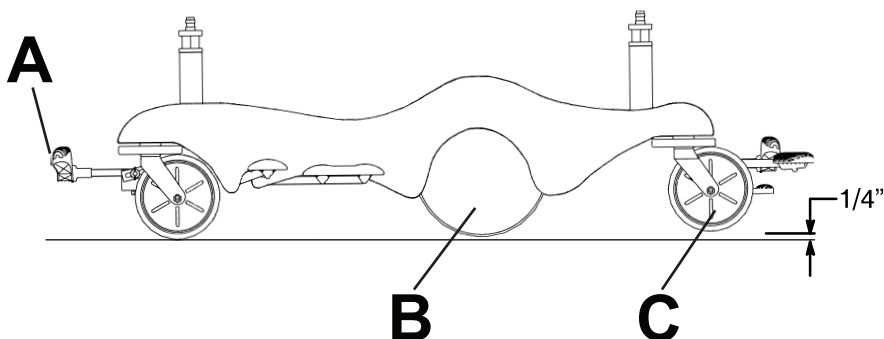

Рисунок 10 – Транспортировка с Big Wheel
5. Поставьте педаль тормоза/регулирования угла поворота (A) в положение регулирования угла поворота (Рисунок 10).
- **Big Wheel** (B) не поворачивается. Вы не можете переместить изделие в боковом направлении, если **Big Wheel** приведено в действие.
- Когда **Big Wheel** (B) приведено в действие, изделие приподнято и ролики ногового конца (C) не касаются пола. Изделие находится на роликах головного конца и **Big Wheel**, что упрощает управление изделием (Рисунок 10).